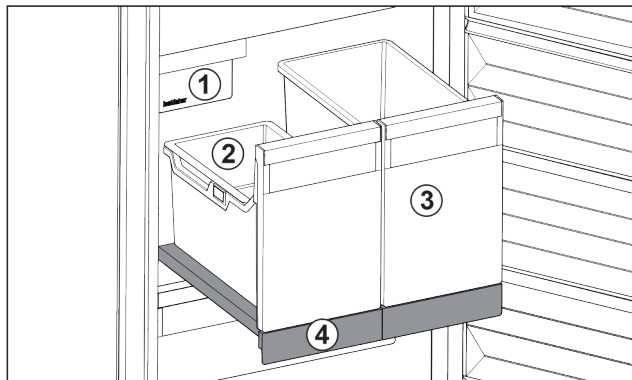

Fig. 88 Wyszukana półka z IceTower
- (1) IceMaker
- (2) Półka zawieszana na kostki lodu
- (3) Pojemnik, np. na pizzę, napoje alkoholowe
- (4) Wyszukana półka
Na wysuwanej półce znajdują się dwa wysokie pojemniki (IceTower). W pojemniku *Fig. 88 (2)* zbierane i przechowywane są kostki lodu z IceMaker. Pojemnik *Fig. 88 (3)* nadaje się do przechowywania wysokich artykułów spożywczych, takich jak pizza i napoje alkoholowe.